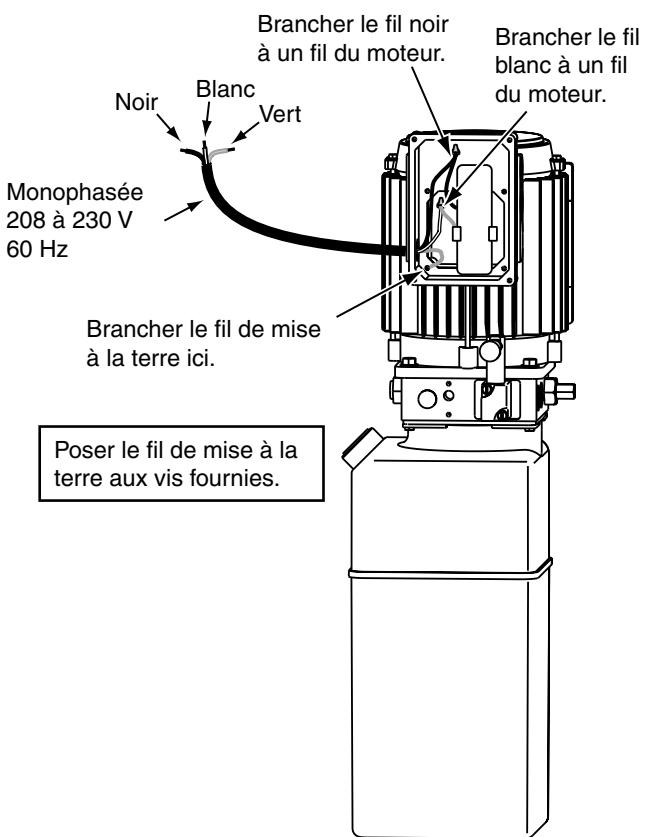

Fig. 20
- 11. Électricité :** Demander à un électricien certifié de poser le câblage d'alimentation électrique approprié au moteur, Fig. 20, Fig. 21, et Fig. 21b. Câbler avec un fil pour un circuit de 20 A. Voir le tableau de données de fonctionnement du moteur.